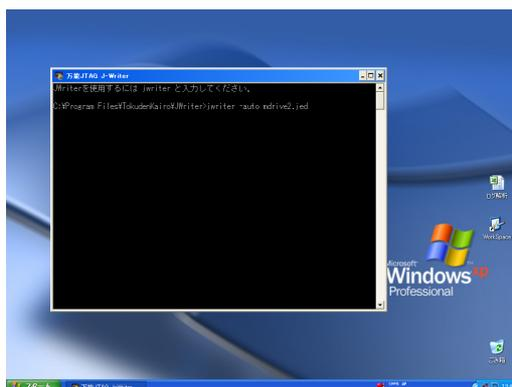

図9.6 J-Writer 操作画面
④すべてのプログラムから「万能 JTAG J-Writer」を機動します。起動すると図9.6の画面が表示されるので、「jwriter -auto mdrive2.jed」と打ち込みます。